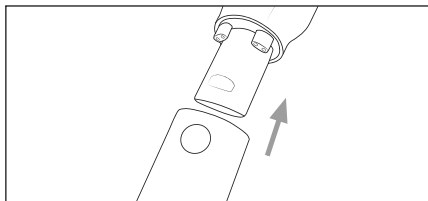

Fig. 11
- ◆ Sæt 2-i-1-kombibørsten **13** på sugerøret **23** eller på produktets sugeåbning, indtil den klikker på plads, så det kan høres (se fig. 11). Sørg for, at låsen er i den rigtige stilling.